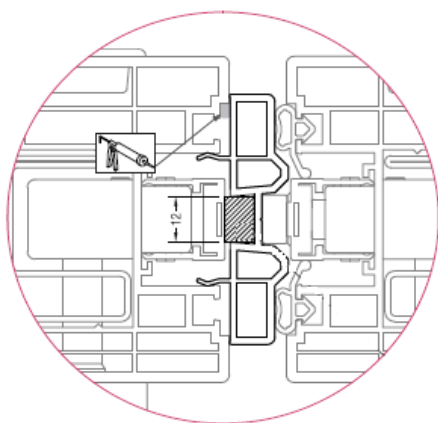

Рис. 8. Зона герметизации упорной планки
6. Установить упорную планку и облицовочный профиль. Для упорных планок поз. 1 требуется непрерывная герметизация от продувания в зоне указанной на рис. 8. Для облицовочных профилей поз. 5 необходима герметизация (допускается нанесение пунктиром) от смещения.